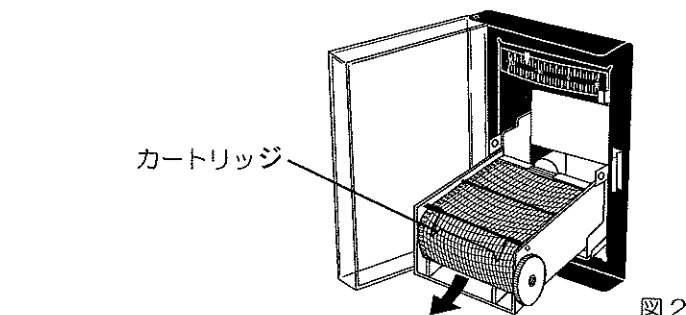

図 2
2. カートリッジを手前に引くと、本体から完全に外れます。(図 2)